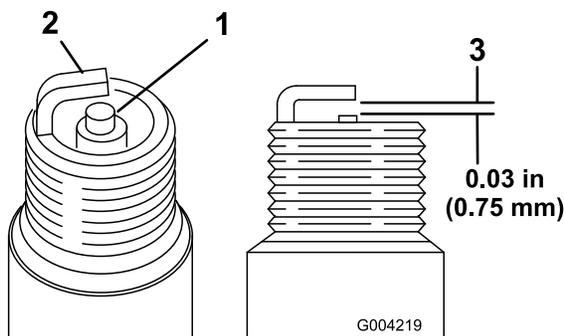

Рисунок 39
1. Осмотрите середину обеих свечей зажигания (Рисунок 39). Если на изоляторе заметен светло-коричневый или серый налет, то двигатель работает должным образом. Черный налет на изоляторе обычно означает, что загрязнен воздухоочиститель.
2. Проверьте зазор между центральным и боковым электродами (Рисунок 39).
3. Если зазор неправильный, отогните боковой электрод (Рисунок 39).